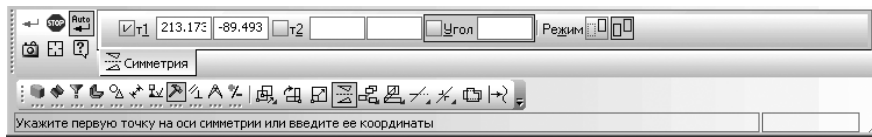

Рис. 3.42. Фрагмент главного окна системы: **Панель свойств: Симметрия, Компактная панель** и **Строка сообщений**
- щелкните в главном меню по пункту **Редактор**, а затем в выпадающем меню по пункту **Симметрия**. Или щелкните в **Компактной панели** по кнопке переключателю **С** – **Редактирование**, а затем на появившейся панели инструментов по кнопке **С** – **Симметрия**. В обоих случаях появится **Панель свойств: Симметрия**, показанная на рис. 3.42.